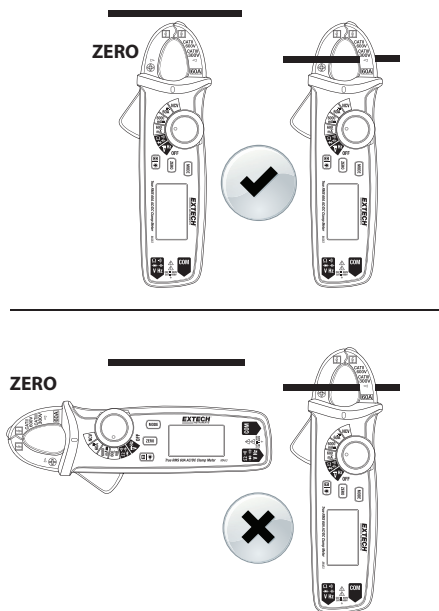

图 4 正确和错误归零方法
3. 按下 ZERO 按钮几次来清空仪表显示屏，钳口中无导体。当钳口保持在与实际测量相同的方向时，使仪表归零（参见图 4）。